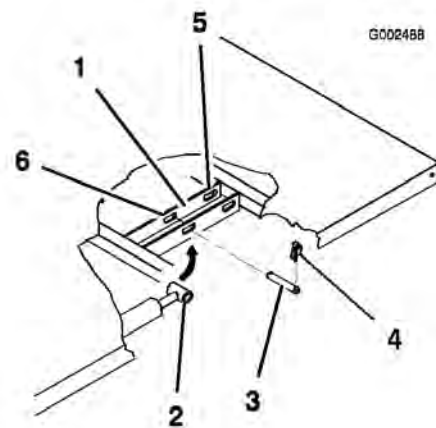

Bild 3
2. Nehmen Sie die Klappstecker von den äußeren Enden der Lastösenbolzen der Zylinderstange (Bild 3) ab.
Drücken Sie die Bolzen hierfür nach innen (Bild 3).